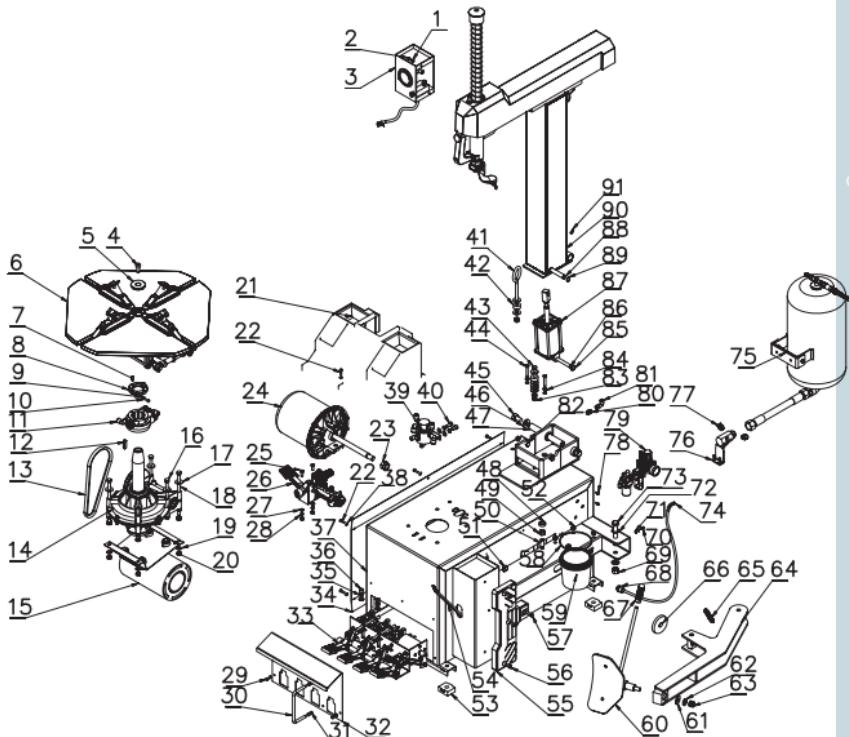

Рисунок 10 – Схема шиномонтажного стенда
- нажмите педаль накачивания (26, рис.10) на среднюю позицию. Должен податься воздух из головки накачивания.